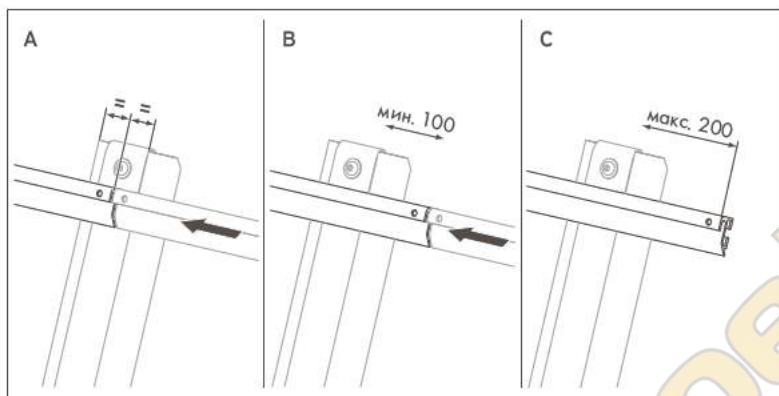

Рис. 5.17 Установка монтажной планки на несколько каркасов
- Если две монтажные планки не заканчиваются посередине фиксатора, выступают за каркас (→ Рис. 5.17, B), тогда соедините монтажные планки соединительным элементом следующим образом:
- Сдвиньте соединительный элемент в монтажную планку так, чтобы выступала еще примерно половина (1).